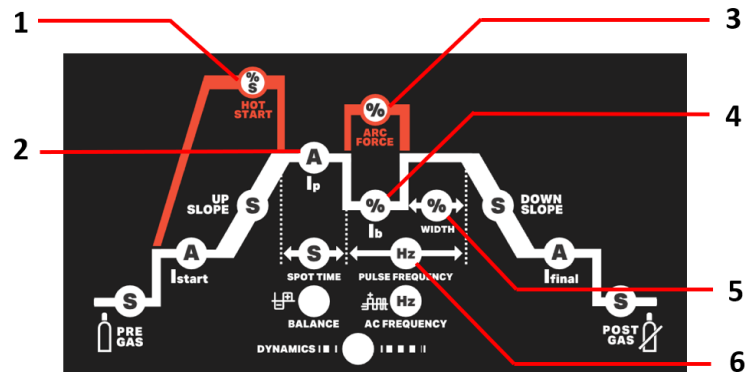

Fig. 2 – Parâmetros MMA
Para TP 204 ACDC (Ver os itens na Fig. 2)
- Ajustar o valor de corrente ao diâmetro do eletrodo e a espessura da chapa a soldar (Fig.2 - 2), de acordo com a seguinte tabela, para regular as máquinas de acordo com o eletrodo a utilizar e iniciar a soldadura